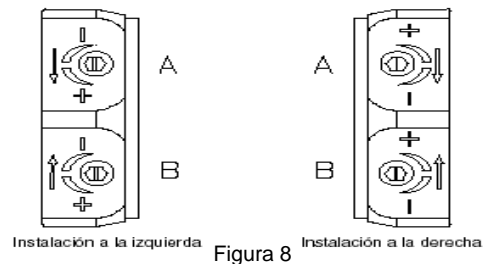

Figura 8
- La figura 8, muestra que, independientemente del tipo de instalación (derecha o izquierda), el tornillo “A” regula la bajada y el tornillo “B” la subida.
- Efectuar la bajada de la persiana (o toldo) presionando (PU).